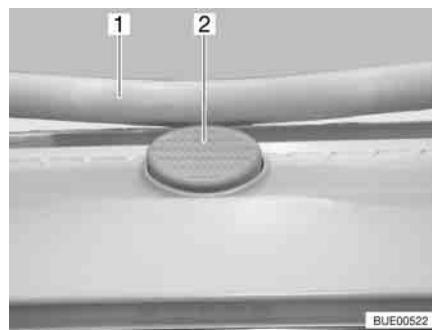

Fig. 37 Bottone di sicurezza sull'oblò Heki
- Apertura:** ■ Premere il bottone di sicurezza (Fig. 37,2) e tirare verso il basso la staffa (Fig. 37,1) con entrambe le mani.
- Premere la staffa verso l'alto con ambedue le mani, finché la staffa non poggia al di sopra del bottone di sicurezza (Fig. 37,2).
- Premere il bottone di sicurezza (Fig. 37,2) e tirare verso il basso la staffa (Fig. 37,1) con entrambe le mani.